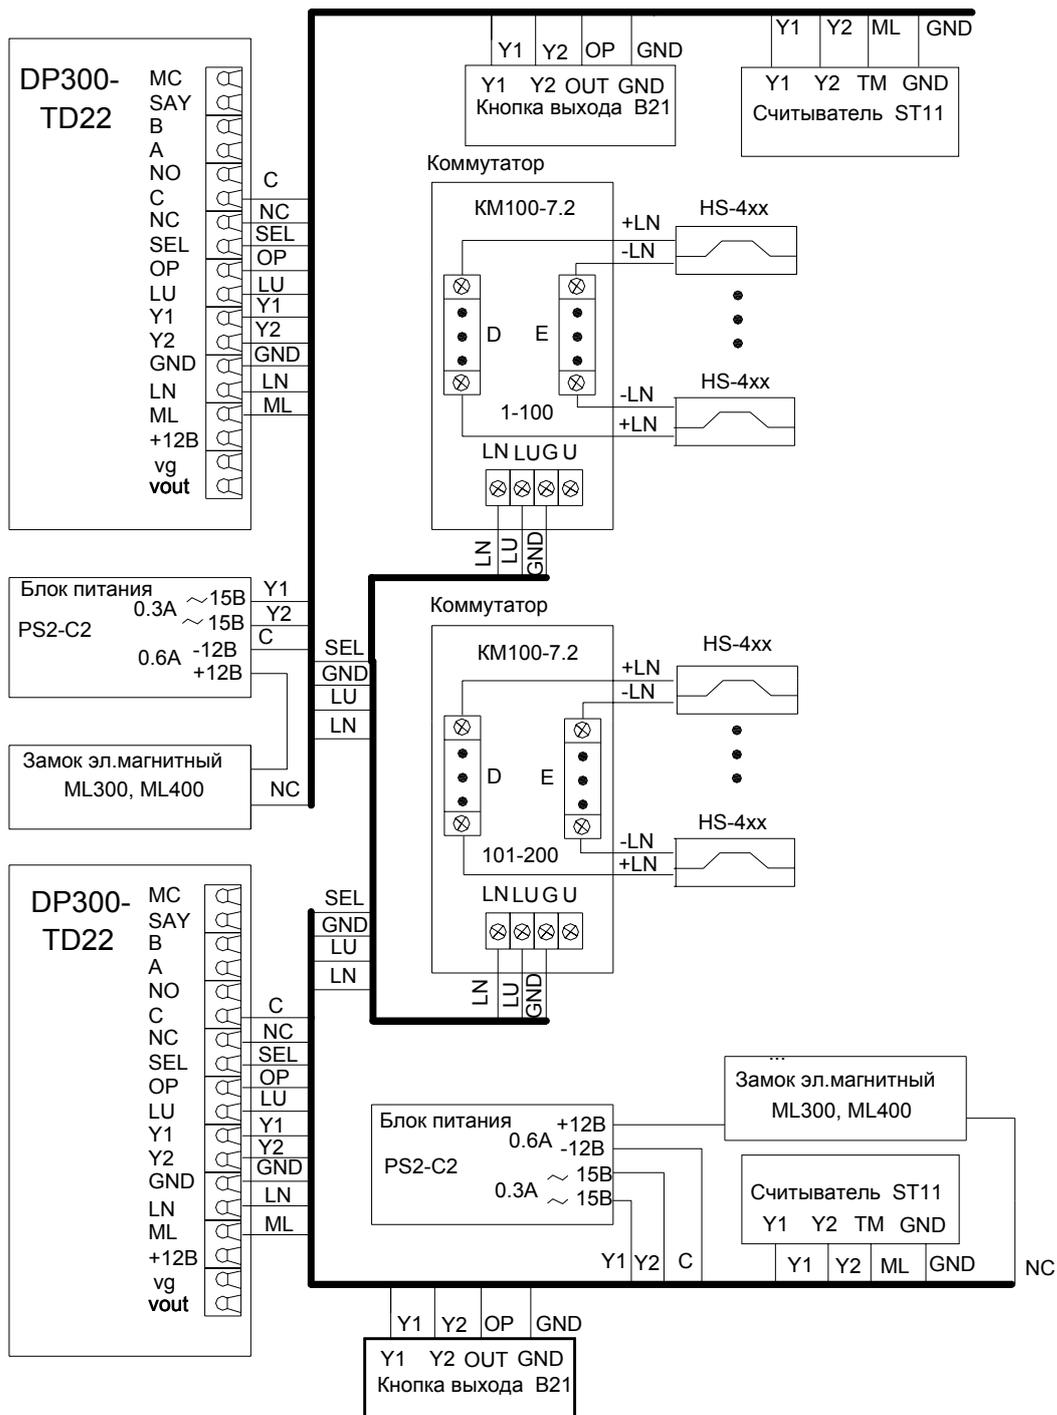

Рис.3 Пример схемы подключения DP300-TD2 в составе домофонного комплекса.
- "занято" – показывает, что разговорная линия занята другим блоком вызова, параллельно подключенному к данному блоку вызова (см.рис. 3)
Блок вызова соединяется с остальными блоками системы согласно приведенной монтажной схеме (рис.3).
Блок питания подключается к замку и блоку вызова согласно приведенной монтажной схеме (рис.3). Блок питания и коммутатор имеет специальные клеммные колодки для подключения проводов с соответствующими обозначениями. Для подключения блока питания к сети 220 В **обязательно(!)** должна быть установлена розетка.
С абонентскими пультами коммутатор соединяется согласно приведенной монтажной схеме (рис.3) по двум десятипроводным шинам, проложенным в стояке
Пульт подключается к соответствующим проводам (клемма «+» пульта к шине десятков D0..D9 коммутатора, клемма «-» к шине единиц E0..E9 коммутатора). Схема соединений блоков комплекса приведена на рис.3.
Электромагнитный замок подключается к блоку питания и к блоку вызова согласно схеме на рис.3. Цепи коммутации электромагнитного замка в блоке вызова содержат схему размагничивания. При подключении следует соблюдать полярность напряжения, указанную на схеме, во избежание выхода из строя блока вызова.